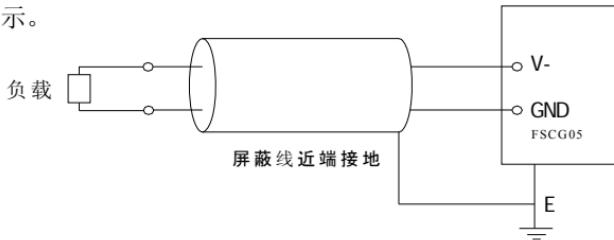

图 2-36 V-电源输出端子接线示意图
2.12.5 V-端子输出-10V/10mA 电源，其输出接线示意图如图 2-36